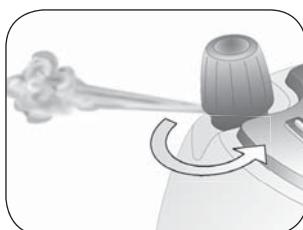

Abb. 8
- 1 Den Schalter (L) zum Ausschalten des Dampferzeugers drücken.
- 3 Den Dampfschalter (D) drücken und den ganzen Dampf entweichen lassen, bis er komplett verbraucht ist.
- 4 Das Bügeleisen mit dem Schalter (O) ausschalten und den Netzstecker ziehen.
- 6 Den Kesselverschluss (B) gegen den Uhrzeigersinn abschrauben. Bevor man ihn komplett abschraubt, warten sie bitte ab, dass das Pfeifen des restlichen Dampfes (Abb. 8) aufhört.
- 1 Den Heizkessel durch Druck auf den Schalter (L) ausschalten.
- 3 DEN DAMPFSCHALTER (D) DRÜCKEN, UM DEN RESTLICHEN DRUCK AUS DEM DAMPFERZUGER ZU ENTFERNEN.
- 4 Den Schalter (O) drücken, um das Bügeleisen auszuschalten.
- 7 Bitte warten Sie bis ein eventuelles Zischen aufhört, bevor Sie den Kesselverschluss (B) ganz aufdrehen (Abb. 8).